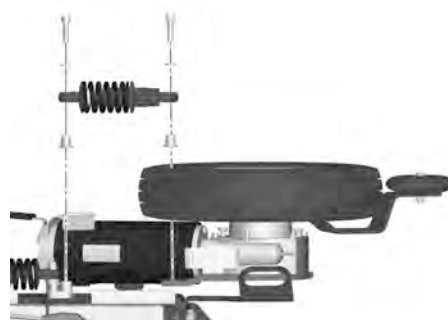

Abbildung 437. Anbringen oder Ausbauen des vorderen Stoßdämpfers.
1. Montieren Sie den Stoßdämpfer mithilfe der zwei Schrauben und Scheiben. Ziehen Sie die Schrauben mithilfe eines Drehmomentschlüssels fest. Anzugsmoment: 24 Nm. Siehe Abb. 437.
5. Entfernen Sie den Stoßdämpfer, er ist mit zwei Schrauben und Scheiben und einer Mutter angebracht. Siehe Abb. 437.